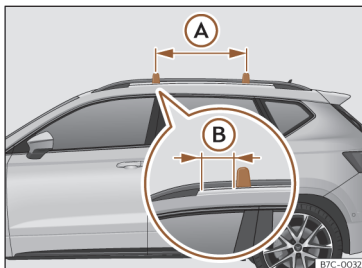

Fig. 171 Pontos de fixação das barras longitudinais para a bagageira do tejadilho.
As barras transversais montam-se nas barras laterais do tejadilho. A distância entre barras transversais >>> **Fig. 171** (A) deverá ser entre 70 e 90 cm e a distância das barras transversais com os suportes das barras laterais do teto (B) deverá ser de 15 cm.